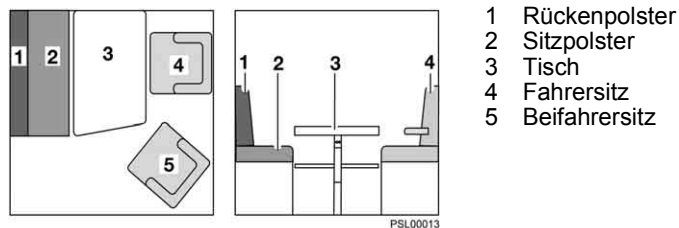

Bild 36 Vor dem Umbau
- Den Fahrsitz (Bild 36,4) mit der Rückenlehne zur Fahrtür drehen.
- Den Beifahrersitz (Bild 36,5) mit der Rückenlehne zur Beifahrtür drehen.
- Den Tisch (Bild 36,3) zum Bettunterbau umbauen (siehe Abschnitt 6.8).